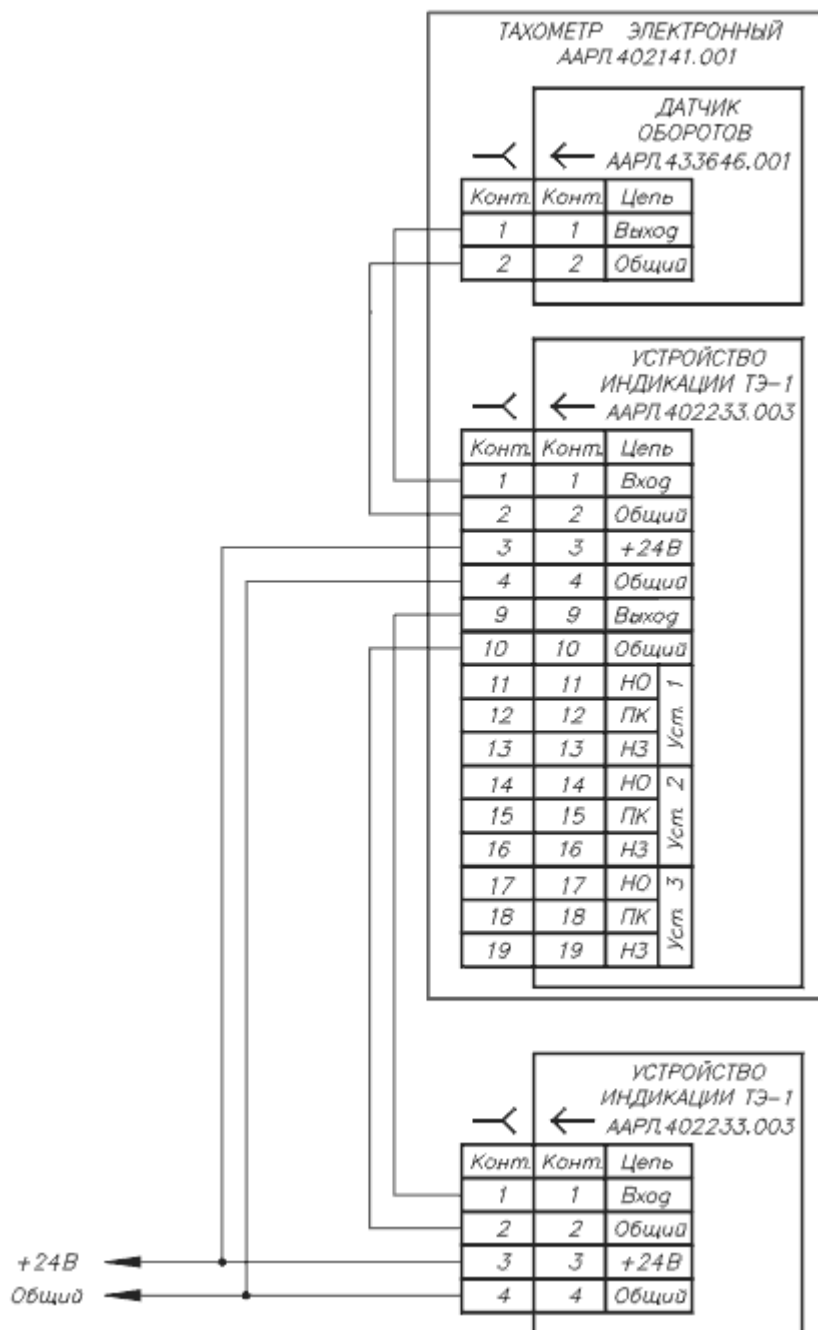

Рисунок 2 - Схема соединения
5.1.3 Продеть соответствующие монтажные провода в патрубки соединителей согласно схеме соединения (рисунок 2). Надеть на монтажные провода хлорвиниловые трубки длиной 10 - 15 мм.
5.1.4 Припаять припоем ПОС 40 ГОСТ 21931-76 монтажные провода в соединители согласно схеме соединения (рисунок 2).